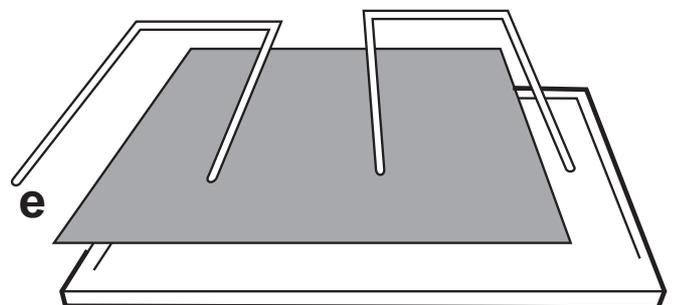

Fig. 3
3. Retirez le dispositif de fixation du filtre à graisses. Fig. 3 (e).